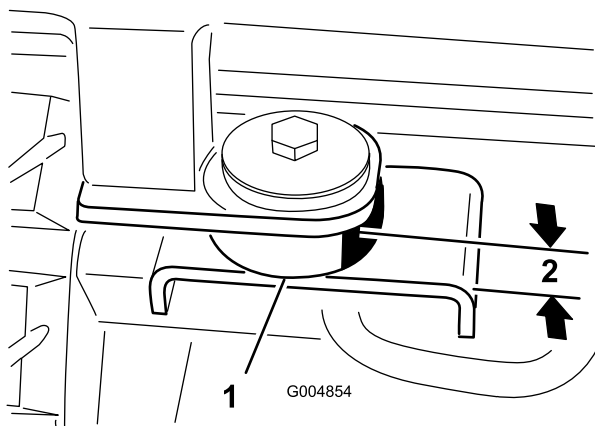

Figure 65
3. Insérez un support de cabine en caoutchouc aux emplacements de montage avant et arrière (Figure 65).
5. Sur chaque point de montage, fixez la cabine à la machine au moyen d'un boulon (1/2 x 3 po), d'une rondelle d'acier (1/2 x 2-1/2 po), d'une rondelle de caoutchouc (1/2 x 2-1/2 po) et d'un écrou (1/2 po) (Figure 65). Serrez les boulons jusqu'à ce que les supports en caoutchouc soient comprimés à 2,2 cm (7/8 po) d'épaisseur.